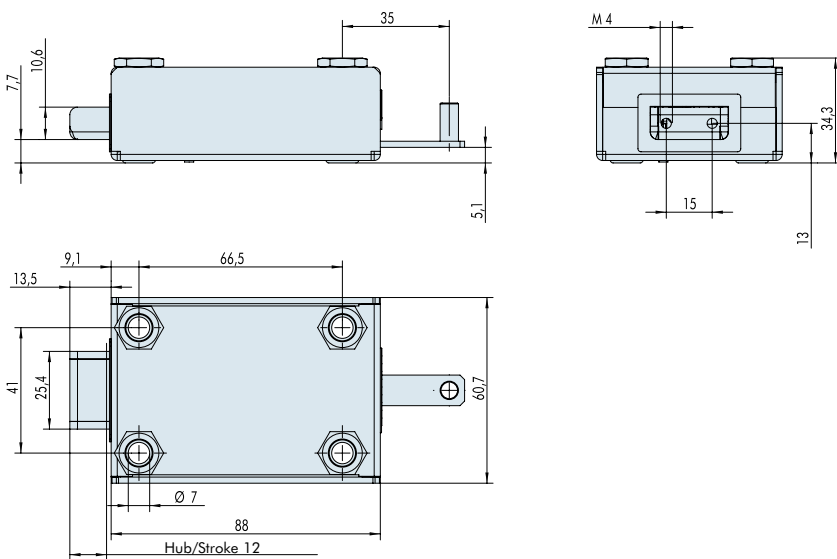

Abb. 2: Einbaumaße Remote 3010 mit optionaler mech. Notentriegelung
- Einzeladern des Kabels von/zur Fremdsteuerung in die Klemmleiste am Schloss klemmen und Arretierung prüfen (siehe Abb. 2). Zuordnung der Klemmenbelegung: Der Position 1 bis 2 werden die PIN 1-10, wie im Belegungsplan beschrieben, zugewiesen